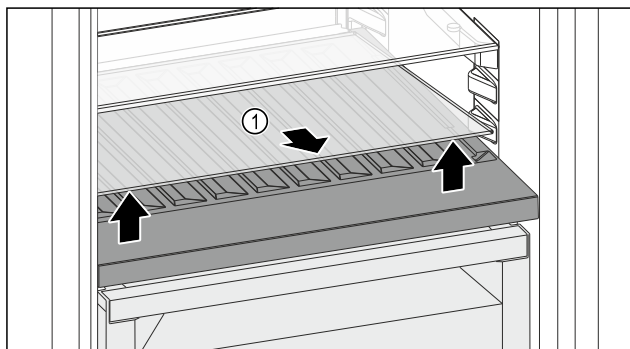

Fig. 161
- ▶ Приподнимите стеклянную пластину Fig. 161 (1) за выемку спереди и извлеките.
- ▶ Уложите стеклянную пластину Fig. 161 (1) на хранение вне устройства.
- ▶ Установите стеклянную пластину (2) под сменной полкой для хранения бутылок.